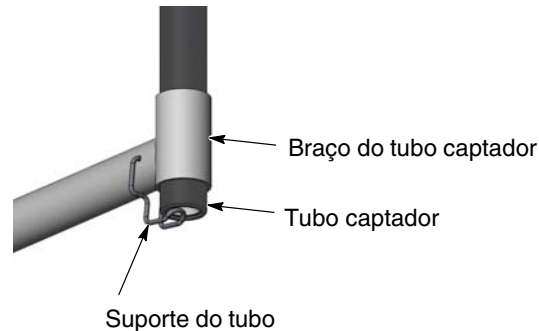

Figura 4-6 Utilização do suporte do tubo captador
1. Consulte a figura 4-6. Levante o tubo captador e desloque o suporte do tubo para baixo, colocando-o sob a extremidade do tubo captador, para o segurar em posição no braço.